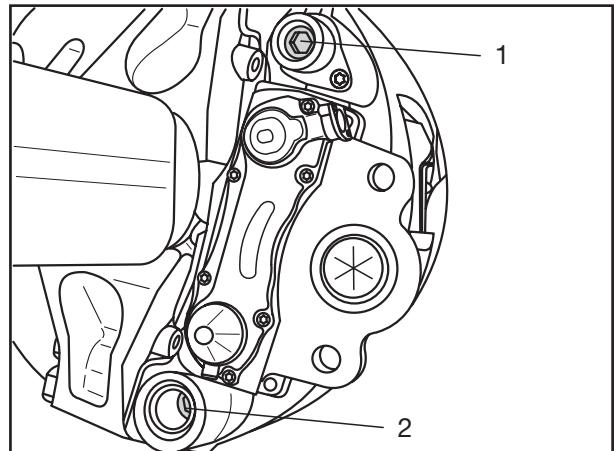
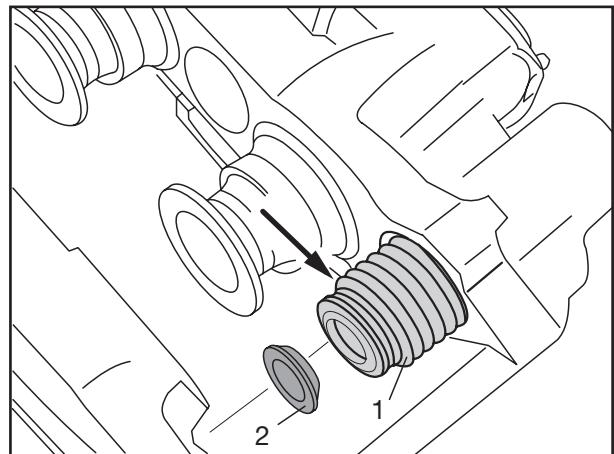

Fig. 5
Fig. 6
[12] Neue Zylinderschrauben (Fig. 5/1 und 5/2) einschrauben und mit
Bei der Montage des Bremssattels auf richtigen Sitz des inneren Faltenbalgs (Fig. 6/1) und des Ringes (Fig. 6/2) auf der Führungsbuchse achten.
[12] Fit in new cylinder cap screws (Figs. 5/1 and 5/2) and tighten to $M = 180 \text{ Nm}$ followed by turning another 90° . When installing the brake caliper, make sure the inner bellow (Fig. 6/1) and the ring (Fig. 6/2) are correctly seated on the guide bush.
- [12] Introduire des vis à tête cylindrique neuves (Fig. 5/1 et 5/2) et les serrer à un couple $M = 180 \text{ Nm}$ avec serrage angulaire complémentaire de 90° . Lors du montage de l'étrier de frein, veiller à un positionnement correct du soufflet intérieur (Fig. 6/1) et de la bague (Fig. 6/2) sur le manchon de guidage.